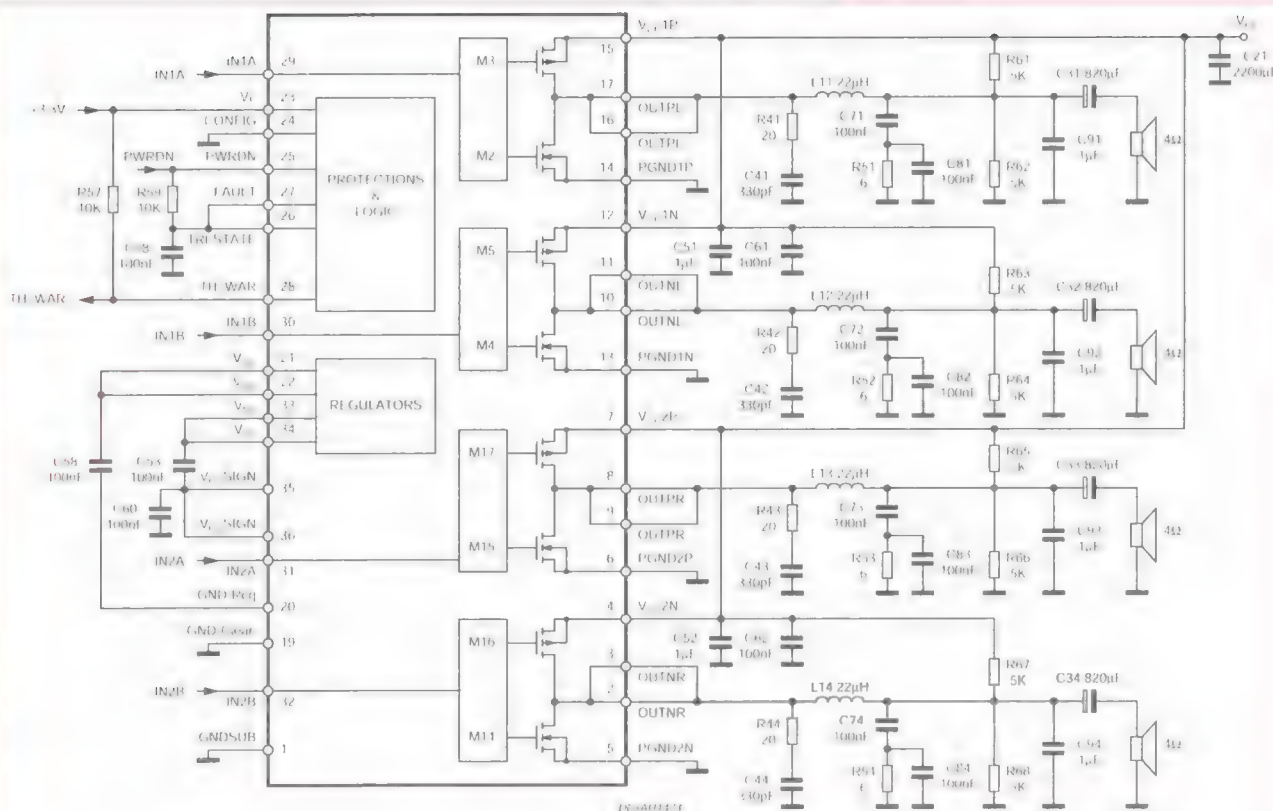

Рис. 15
пании Apogee Technology, либо на их аналогах STA508 фирмы STMicroelectronics (по характеристикам соответствует DDX2160). Перечисленные микросхемы позиционируются как полностью цифровые высокоэффективные усилители мощности у Apogee Technology или как 40 В/4,5 А счетверённые мощные полумосты у STMicroelectronics. Микросхемы могут использоваться в различных конфигурациях, в рассматриваемых моделях микросхемы используются в двухканальном мостовом режиме (BTL), на рис. 15 показана конфигурация в четырёхканальном асимметричном режиме (SE), возможен и одноканальный полномостовой режим (PBTTL).